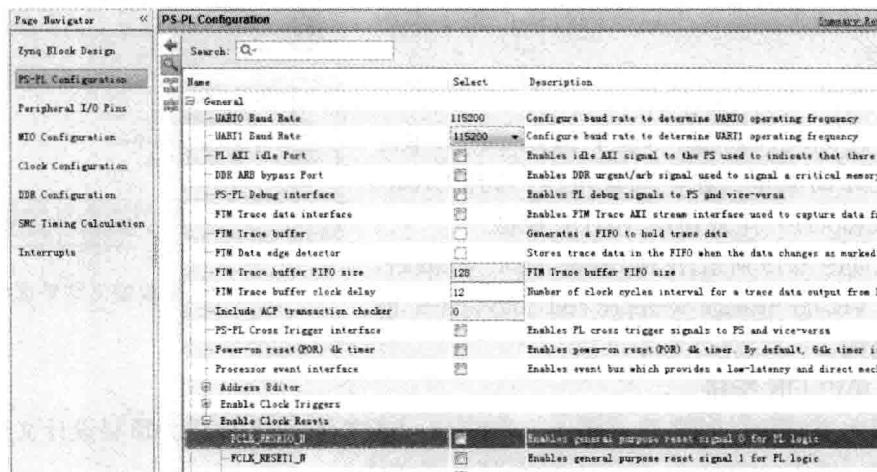

图 4.15 PS-PL 设置界面(2)
(13) 如图 4.15 所示, 选择并展开 General。在展开项中, 找到并展开 Enable Clock Resets。在展开项中, 不选中 FCLK\_RESET0\_N。